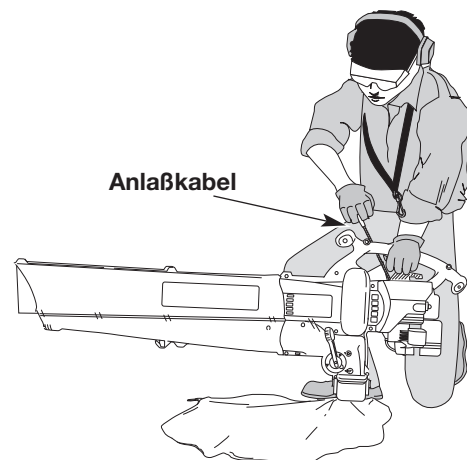

Abb. 12
7. Kräftig am Anlaßkabel ziehen (Abb. 12). Diese Bewegung wiederholen, bis ein Anlaßgeräusch des Motors zu hören ist (im allgemeinen nach 2 bis 5 Versuchen).
9. Zum Anlassen des Motors 1 bis 3 Mal kräftig am Anlaßkabel ziehen (Abb. 12).